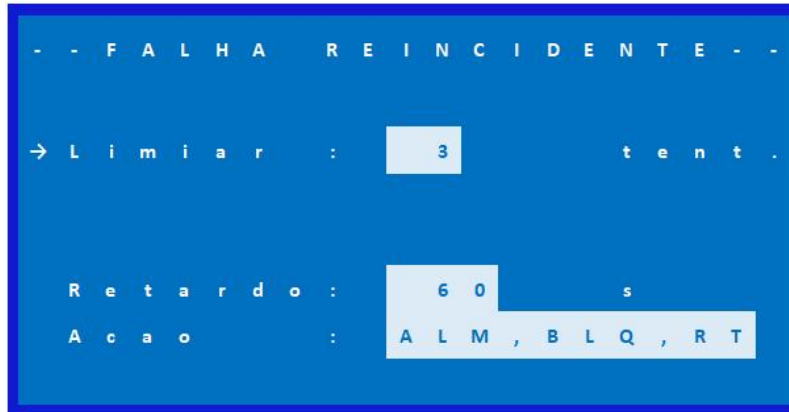

Figura 49 - Inversor: Falha Recorrente
Caso estas falhas ocorram por 3 vezes consecutivas (ajuste configurável) no intervalo do tempo configurado em **Retardo**, o equipamento emite o alarme **INVERSOR: INIBIDO POR FALHA REINCIDENTE**, que mantém o Inversor bloqueado até a intervenção do operador. Quando o inversor é bloqueado por este alarme, o equipamento mantém retido o evento que originou a reincidência, para que o operador tome ciência do ocorrido. Para reestabelecer o equipamento, é preciso reconhecer o alarme, pressionando o botão RESET na IHM e, ligar o subsistema Inversor novamente (ver item 5.2 LIGAR / DESLIGAR SUBSISTEMAS). A quantidade de tentativas (**Limiar**), o **Retardo** e a **Ação** são configuráveis no menu Avançado > Inversor > Falha Reincidente, conforme Figura 49.